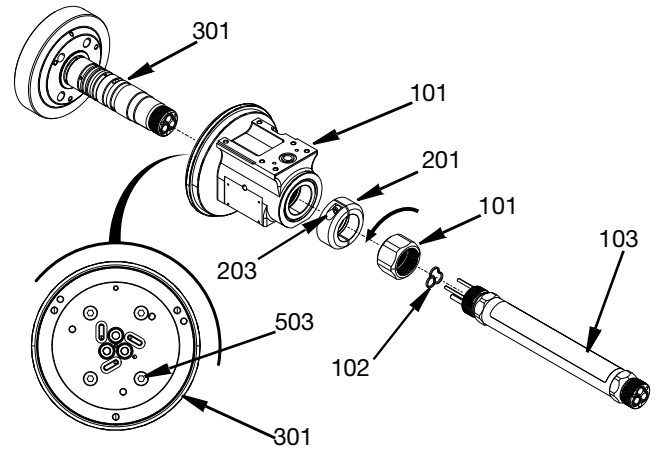

Рис. 19
1. Ослабьте стопорную гайку стяжной муфты (101), повернув ее против часовой стрелки, стоя при этом лицом к основному корпусу пистолета SST Switch 3D. В результате вращения гайки длинная трубка (103) будет отделена от центрального корпуса (301). Утилизируйте прокладку адаптера (102).
2. Ослабьте два винта M5 SHCS (203) с помощью шестигранного ключа и удалите стопорное кольцо в сборе (201) вместе с шайбой (202).
3. Чтобы снять давление с внутренних уплотнений и упростить разборку совместите отверстия для доступа на центральном корпусе (301) с четырьмя винтами M6 (503) и ослабьте винты.
4. Выбейте центральный корпус (301) из корпуса поворотного узла (511) с помощью молотка с мягким бойком. См. Рис. 19.